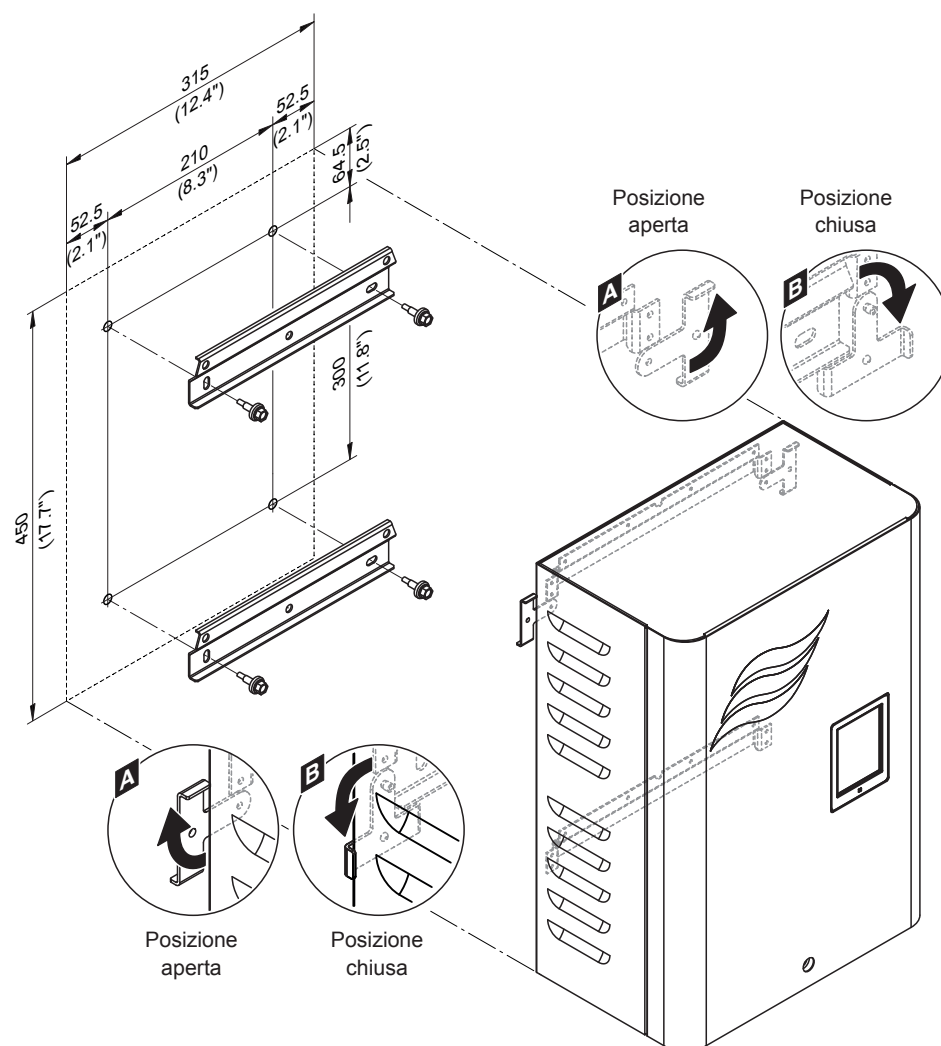

Fig. 33: Montaggio dell'unità di controllo del Condair ME Control
3. Spostare i ganci di bloccaggio sul retro del pannello di controllo in posizione aperta (vedere il dettaglio "A" in Fig. 33).
5. Spostare i ganci di bloccaggio sul retro del pannello di controllo in posizione chiusa (vedere il dettaglio "B" in Fig. 33) per fissare l'unità di controllo al supporto per parete superiore.